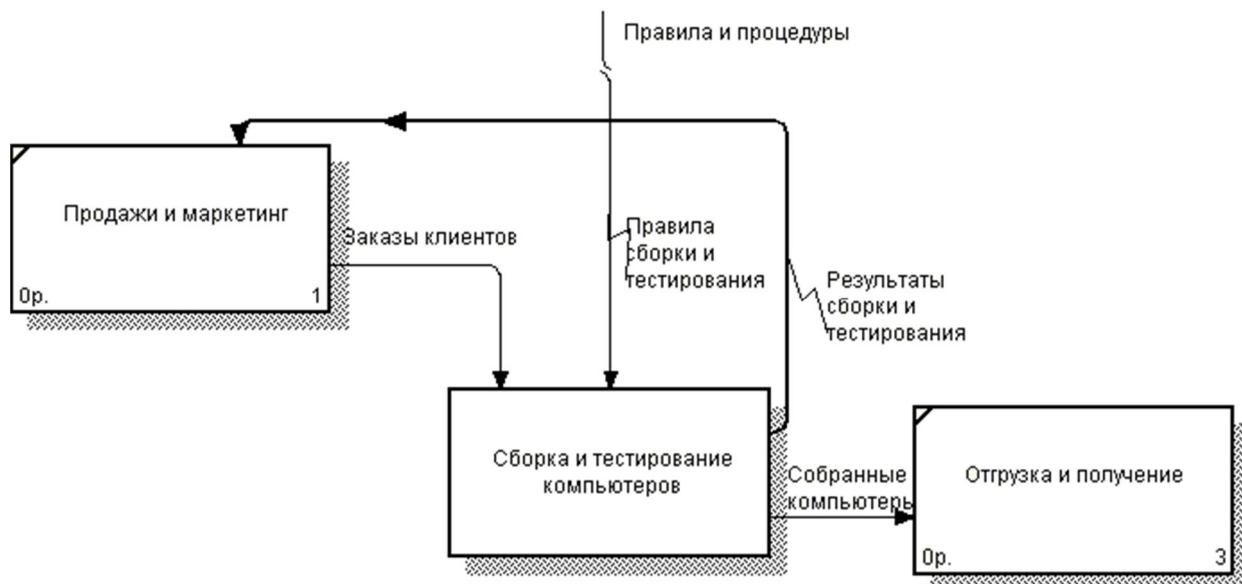

Рис. 15. Диаграмма FEO
5. Удалите лишние стрелки на диаграмме FEO. Оставьте только стрелки к работе Сборка и тестирование (рис. 15).